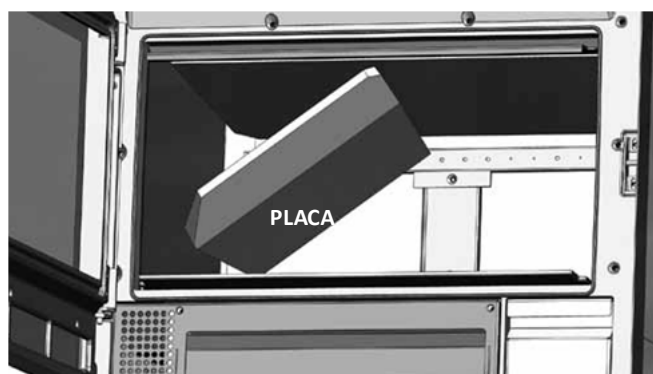

FIG. 8
**Modelo Nature 70 / 80:** deslizar a peça lateral para o centro, como descrito na figura, deixe cair o defletor por um lateral e saque-lo da fornalha. (Fig. 8/9).